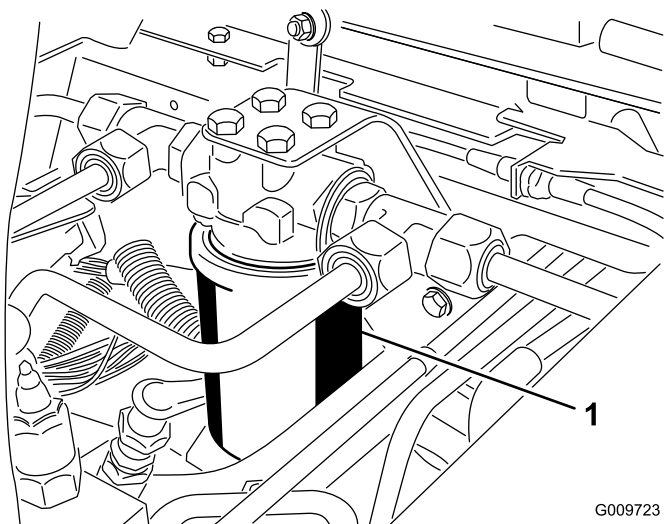
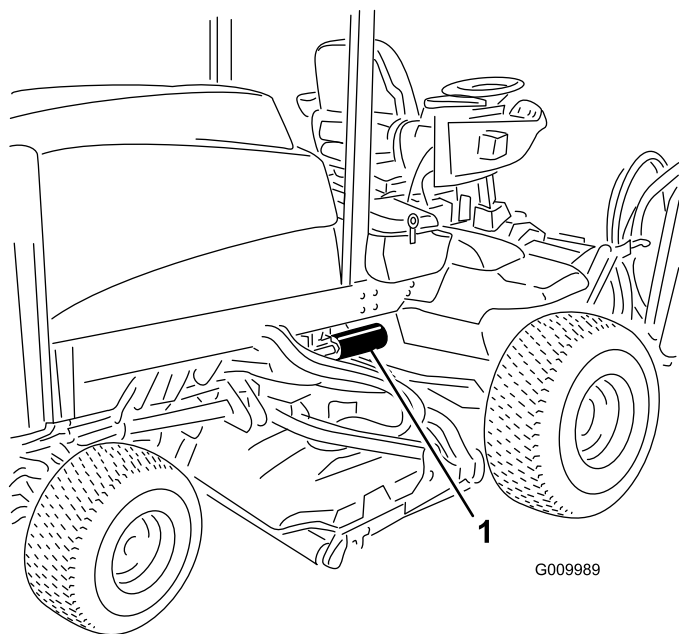

Figura 54
Figura 55
2. Pulite la superficie circostante il filtro. Collocate una bacinella di spurgo sotto il filtro (Figura 54 e Figura 55).